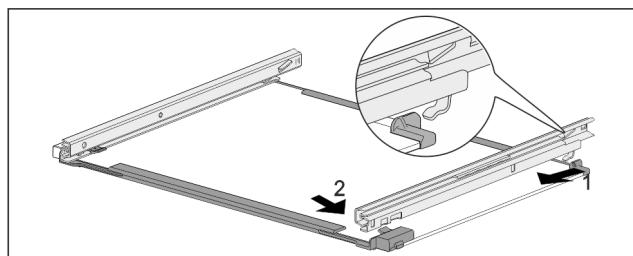

Fig. 158 Скляна пластина з рейками
- Зачепити рейку ззаду. Fig. 158 (1)
- Зафіксуйте рейку спереду. Fig. 158 (2)